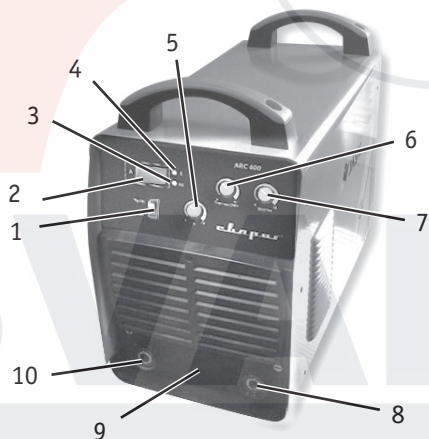

Рис. 1.1
2. Подсоедините сварочные кабели. На передней панели сварочного аппарата имеется две панельных розетки «+» и «-» (8 и 10) (рис. 1.1). Существует два способа подключения сварочных принадлежностей:
4. Установите способ сварки MMA с помощью регулятора (1) **(рис. 1.1.)**.
5. Установите требуемую величину сварочного тока с помощью регулятора (5) **(рис. 1.1)** Устанавливайте значения сварочного тока, в зависимости от диаметра электрода, типа материала, требований технологического процесса и нормативной документации
6. Установите значение «горячего старта» (6) **(рис. 1.1)**. Регулируя величину «горячего старта» добейте, чтобы зажигание дуги происходило легко, с одного касания, а электрод не прилипал к металлу.
7. Установите значение «форсажа дуги» (7) **(рис. 1.1)**. Регулятор форсажа дуги служит для облегчения процесса сварки, особенно при малых значениях сварочного тока, установите значение форсажа дуги в зависимости от конкретных условий сварки.
Аппараты данной серии предусматривают возможность подключения пульта дистанционного управления. При использовании пульта дистанционного управления, подключите кабель дистанционного управления в соответствующий разъем в нижней части передней панели сварочного аппарата (9) **(рис. 1.1)** и зафиксируйте его.
1. Выберите режим TIG на передней панели аппарата. (1) **(рис. 1.1)**.
2. Вставьте разъем горелки со специальным силовым наконечником с подводом газа в соответствующий разъем со знаком «-» (8) **(рис. 1.1)** на панели аппарата, поверните его до упора по часовой стрелке, плотно зафиксируйте.
3. Вставьте обратный кабель в гнездо, помеченное знаком «+» (10) **(рис. 1.1)** на передней панели, закрутите ее по часовой стрелке. Закрепите заземляющий зажим на заготовке.